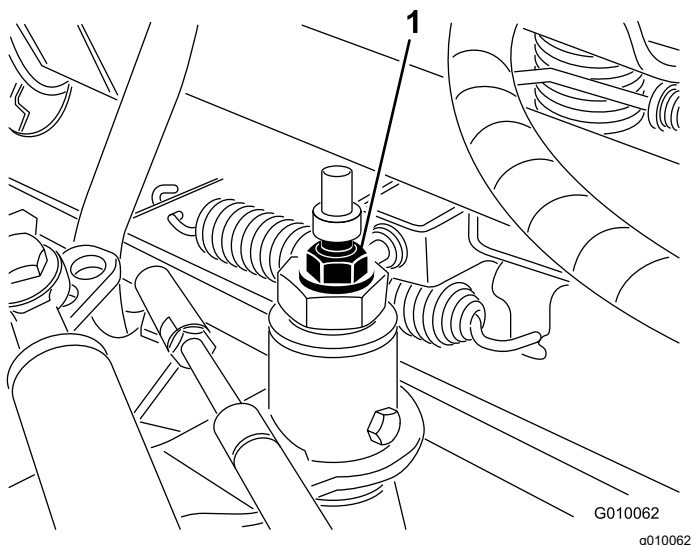

Figura 56
3. Allentate il dado di bloccaggio sulla camma di regolazione della trazione (Figura 56).